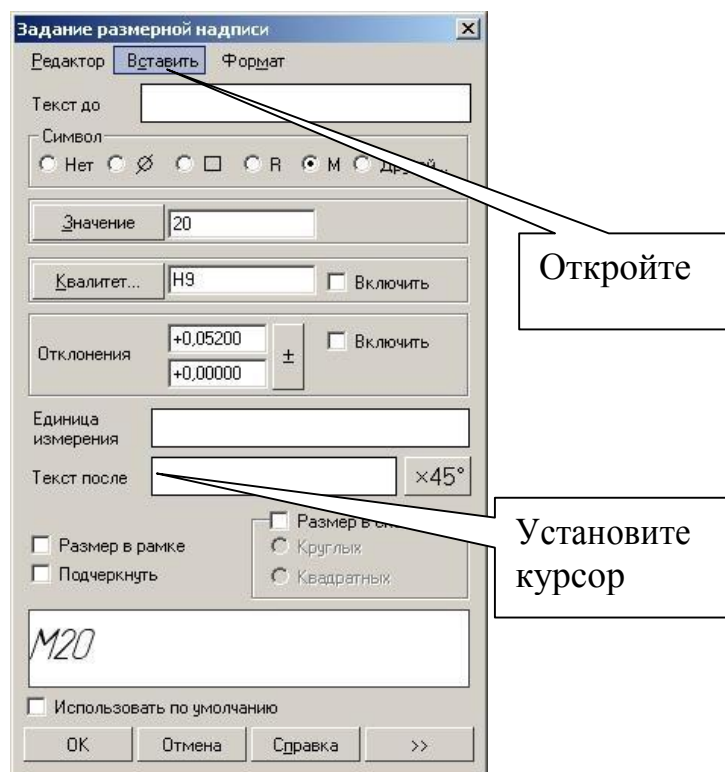

Рис. 9
6. Проставьте размеры. Для выполнения надписи «M20×2» в размерной надписи (рис. 9) после простановки знака «М» и значения «20» необходимо ввести знак умножения. Установите курсор в поле ввода